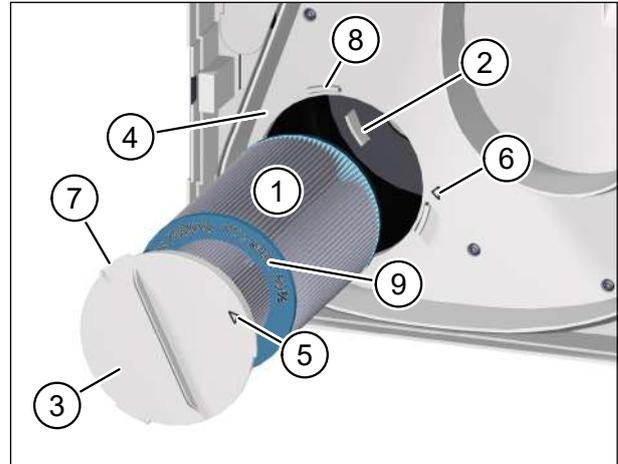

Abb. 17: Neuen Außenluftfilter einsetzen
- ▶ Führen Sie den neuen Außenluftfilter (Pos. 1 in Abb. 17) vorsichtig in das Lüftungsgerät ein.
- ▶ Achten Sie darauf, dass der Luftfilter in die 3 Haltenasen (Pos. 2 in Abb. 17) an der Rückwand des Lüftungsgerätes gleitet.
- ▶ Setzen Sie den Filterdeckel (Pos. 3 in Abb. 17) auf den Außenluftfilter auf. Achten Sie darauf, dass der Filterdeckel plan auf der Zwischenplatte (Pos. 4 in Abb. 17) aufliegt.
- ▶ Drehen Sie den Filterdeckel im Uhrzeigersinn, bis der Pfeil auf dem Filterdeckel (Pos. 5 in Abb. 17) mit dem Pfeil der Arretierposition (Pos. 6 in Abb. 17) fluchtet. Achten Sie darauf, dass die 3 Nasen (Pos. 7 in Abb. 17) am Filterdeckel in den Halterungen (Pos. 8 in Abb. 17) an der Zwischenplatte einrasten.
- Als Außenluftfilter dürfen nur M-WRG-II FA, Art.-Nr. 750010, und M-WRG-II FK (Aktivkohlefilter), Art.-Nr. 750020, verwendet werden. Art.-Nr. und Luftfilterklasse sind auf der türkisen Endscheibe des Luftfilters (Pos. 9 in Abb. 17) eingeprägt.